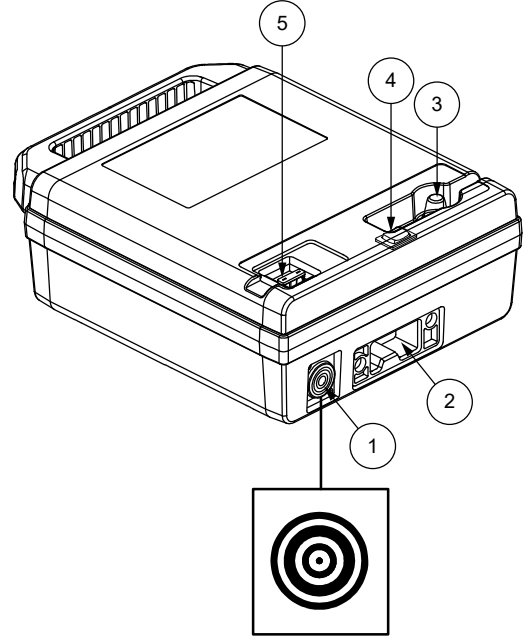
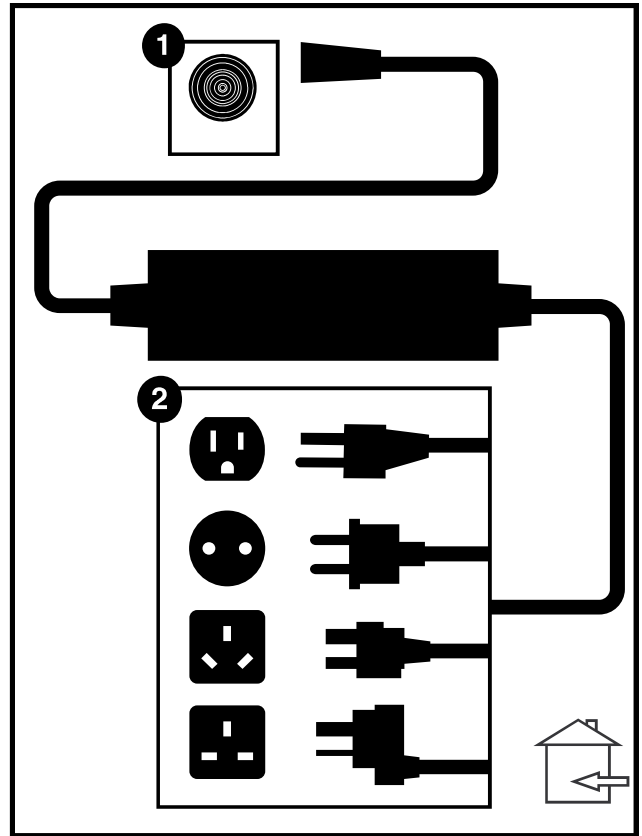

Figure 2. Boîtier de batterie
Figure 4. Chargeur à batteries externe
Votre scooter est équipé d'un système novateur facile à enlever batterie Lithium-Ion. Voir III. "Batteries et recharge" pour les instructions de remplacement de la batterie. **Voir la figure 2 et 3.**
Vous devez brancher le chargeur à batteries externe dans son réceptacle et dans une prise murale standard pour la recharge des batteries de votre scooter. Voir la figure 4.
L'extrémité du connecteur magnétique du chargeur de batterie (voir figure 4) se branche dans le réceptacle de batterie magnétique (voir figures 2 et 10). Inspectez le connecteur et la prise magnétique du chargeur de batterie avant chaque utilisation. S'il y a des débris ou des contaminants, essuyez avec un chiffon doux et sec. En cas de dommage, cessez l'utilisation et contactez votre détaillant agréé.
**NOTE:** Chargez la batterie de votre scooter avant de l'utiliser pour la première fois. Chargez complètement la batterie de votre scooter à l'aide du chargeur fourni avec le scooter. Branchez d'abord le chargeur sur votre scooter, puis branchez le chargeur sur une prise électrique. Voir la figure 2.